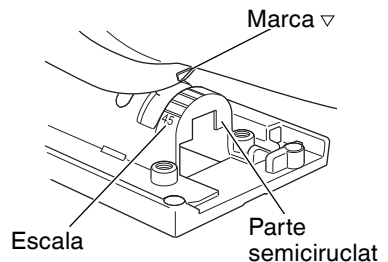

Fig. 14
(2) Alinee la escala (desde 0 grado a 45 grados en incrementos de 15 grados) del parte semicircular de la base con la marca [▽] de la cubierta del engranaje. (Fig. 14)